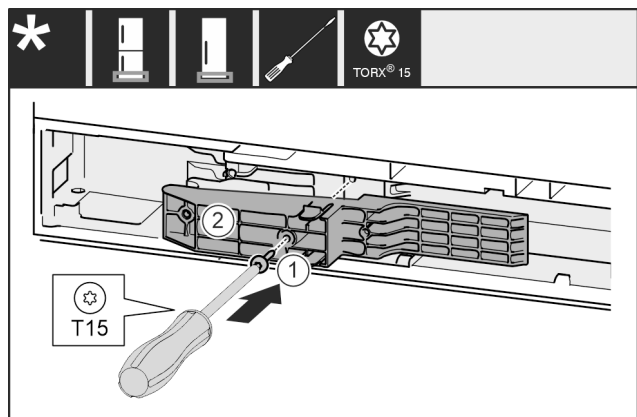

Fig. 61 *
- ▶ Vstavite prilagodilnik Fig. 61 (1) na strani z ročajem v odprtino.*
- ▶ Zategnite vijak Fig. 61 (2) z izvijačem.*